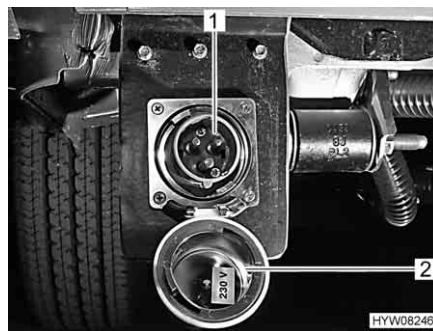

Fig. 9 Copertura per collegamento a 230 V (aperta)
■ Tirare indietro la copertura e ribaltarla verso il basso (Fig. 9).
Chiusura: ■ Ribaltare verso l'alto la copertura (Fig. 9,2) e spingerla sulla spina (Fig. 9,1).